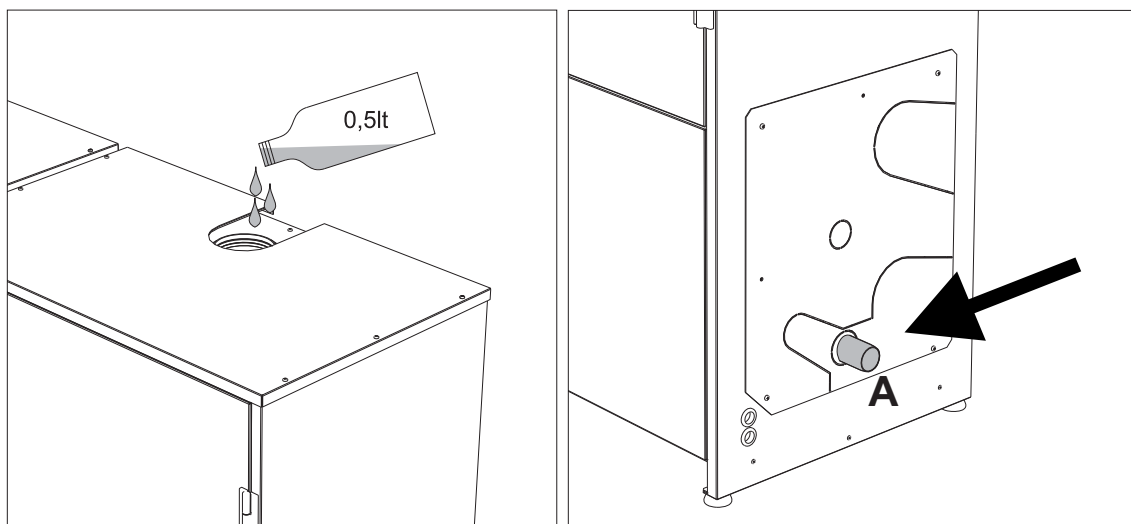

fig. 58- Conexión de la descarga de condensado
2. Conecte el tubo de descarga de la caldera y descarga de condensado (A - fig. 58) a un desagüe apropiado.